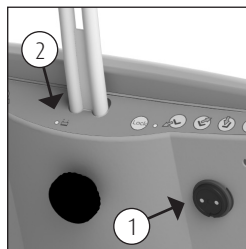

Figura 26 Punto di ricarica
- Il punto di ricarica si trova sul retro della sedia (1) (vedere figura 26).
- Se la batteria è quasi scarica, il LED (2) accanto al simbolo della batteria sul pannello di controllo lampeggia in rosso per indicare che la batteria deve essere caricata (vedere figura 26).
- Collegare il caricabatterie alla Reflex (vedere figura 26).
- Aprire lo sportello metallico (1) e collegare il caricabatterie alla Reflex (vedere figura 26).